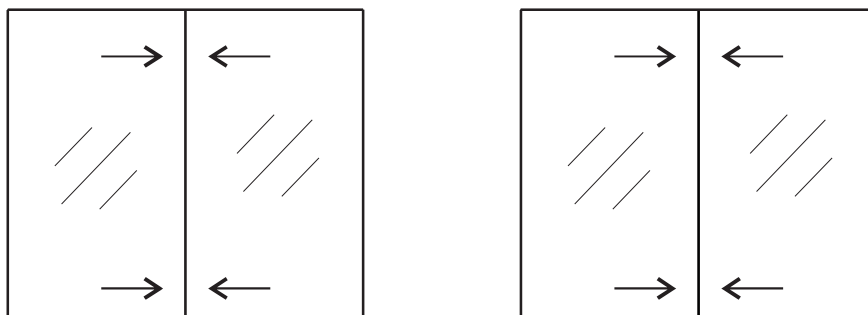
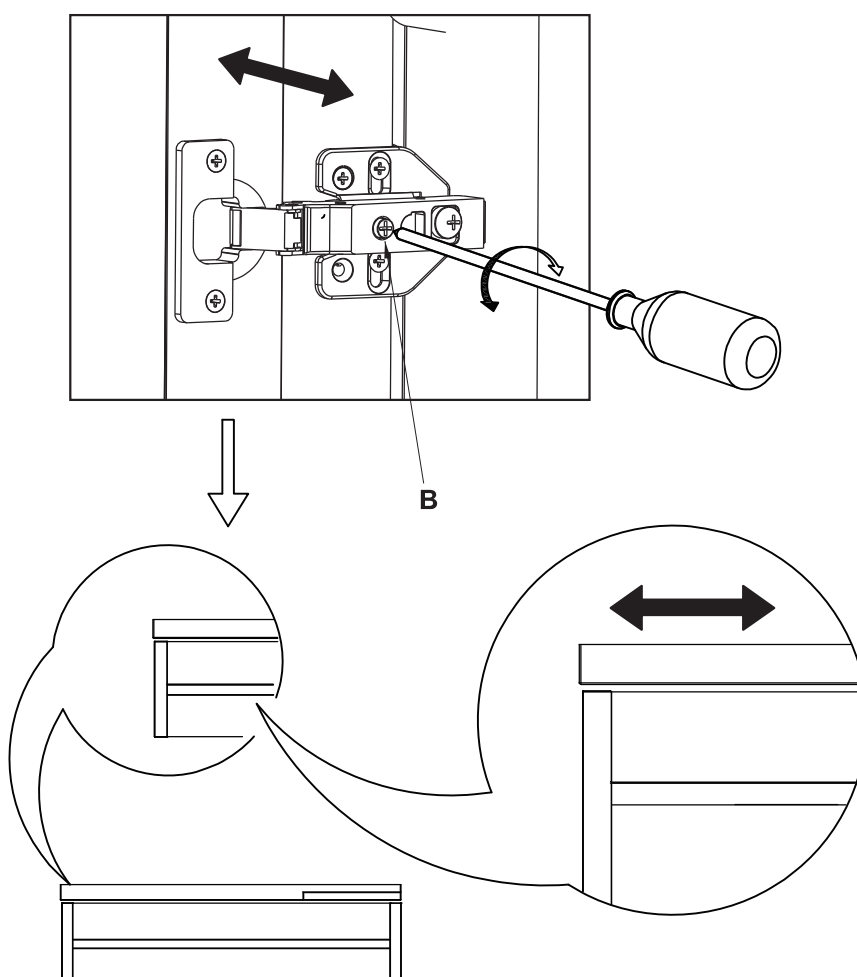

Fig. 6
Fig. 7
3.1 Fixez l'armoire de toilette et vérifiez que la porte du miroir est bien horizontale ; si ce n'est pas le cas (comme indiqué dans la Fig.6), réglez l'écartement de l'ouverture de la porte en ajustant la vis de la charnière (B) et maintenez les deux portes à l'horizontale (Fig.7).